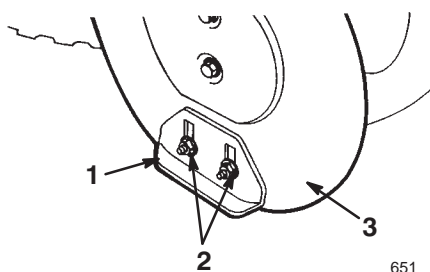

Figure 19
5. Desserrez les 4 écrous à bride qui fixent les deux patins sur les côtés du carter de tarière (Fig. 19) jusqu'à ce que les patins puissent coulisser aisément vers le haut et vers le bas.
10. Serrez les 4 écrous à embase qui fixent les deux patins sur les côtés du carter de tarière (Fig. 19).